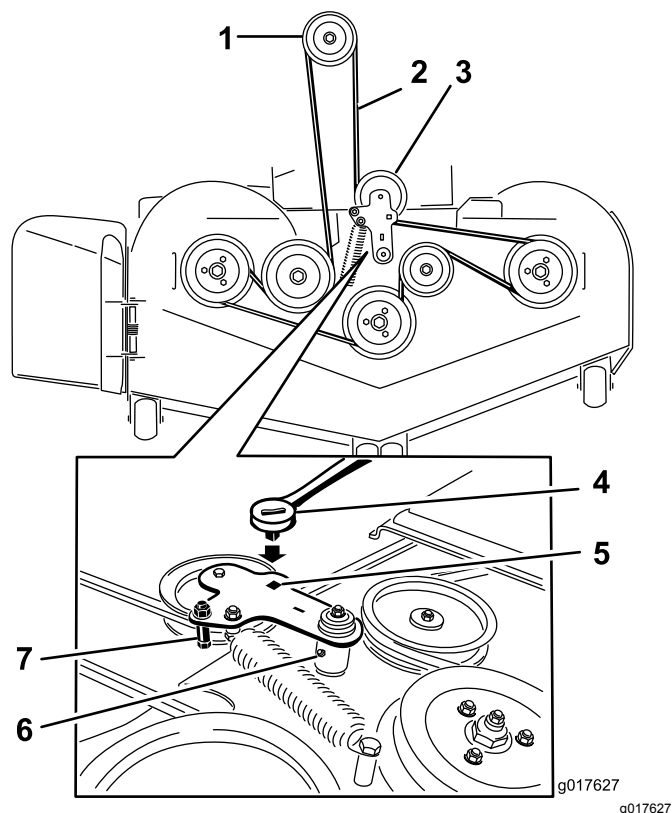

Figura 87
5. Sollevare la bacinella e inserire il cricchetto nel foro quadrato del tendicinghia del piatto di taglio (Figura 87).
6. Ruotate il tendicinghia del piatto di carico in senso orario e togliete la cinghia del tosaerba (Figura 87).